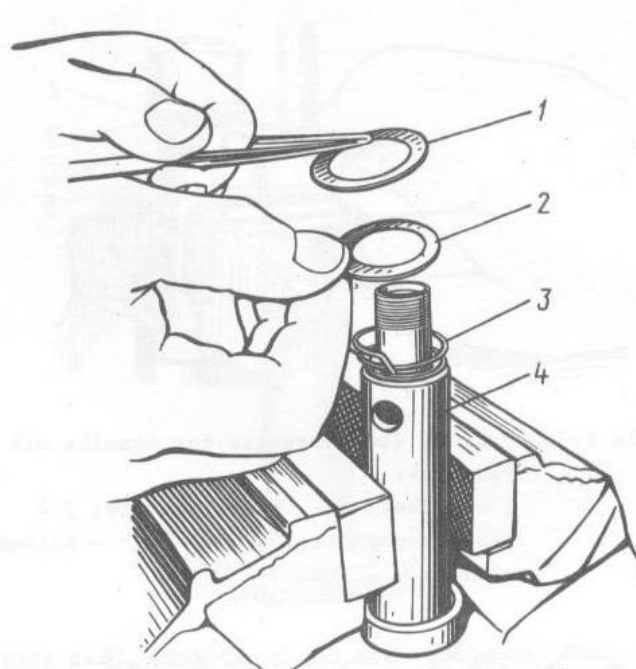

Bild 4-31. Einbau der Überströmventilteile an Kolbenstange:
- die Reihenfolge beim Einbau von Überströmventilfeder, Überströmventil, Drosselscheibe und Kolben an der Stange ist in Bild 4-31 und 4-32 gezeigt; auf den richtigen Einsatz der Feder an der Scheibe ist besonders zu achten;